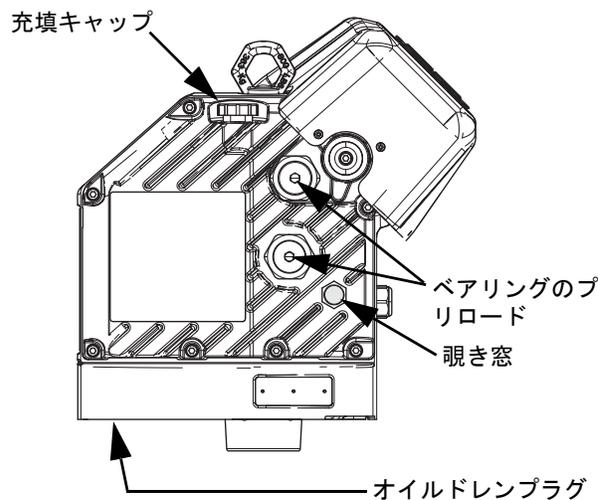

図 13: 覗き窓とオイル充填キャップ
3. オイルドレンプラグを取り外します。ドレンプラグの場所については図 13 を参照ください。ドライバーからすべてのオイルが排出されるまで待ちます。
下記の図 13 を参照ください。覗き窓のオイルレベル確認は定期的に行ってください。ドライバーが運転されていない場合、オイルレベルは覗き窓の中間点の近くである必要があります。オイルが少ない場合、フィルキャップを開け、Graco 部品番号 16W645 ISO 220 シリコーンフリー合成 EP ギアオイルを追加します。